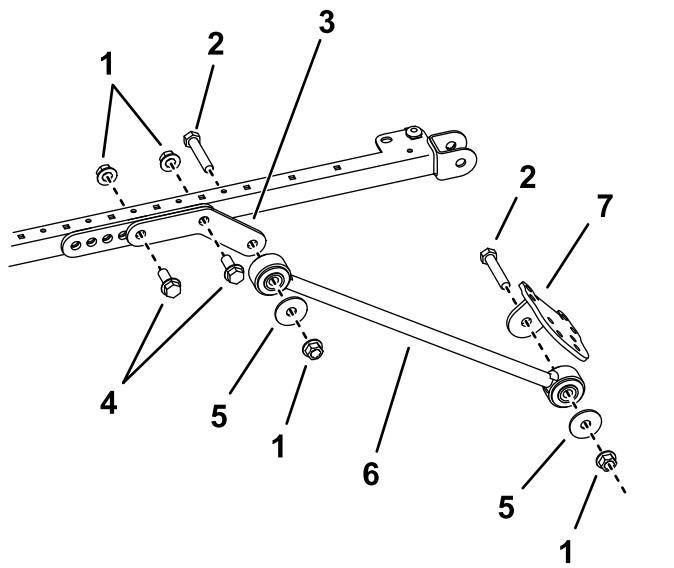

Bild 40
9. Befestigen Sie an jeder Seite des Sonnendachrahmens einen Verlängerungslenker mit zwei Schrauben (½" x 1½") und zwei Bundmuttern (½") lose in den hinteren und mittleren Löchern der Befestigungshalterung, wie in Bild 40 abgebildet.
Bundmutter (½") an der Außenseite jedes Verlängerungslenkers, wie in Bild 40 abgebildet.
11. Befestigen Sie eine Strebenhalterung mit einer Schraube (½" x 2½"), einer Scheibe (½") und einer Bundmutter (½") an jeder Strebe, wie in Bild 40 abgebildet.